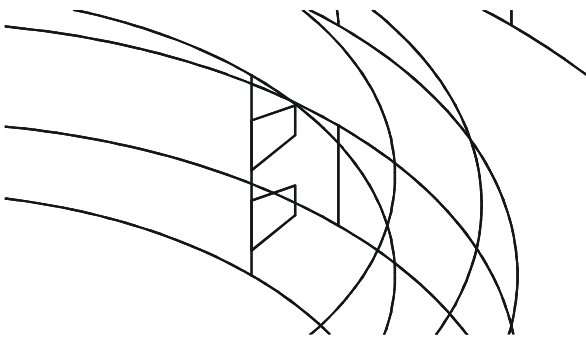
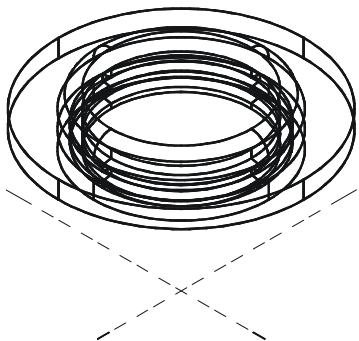

图 9-3-8
图 9-3-9
STEP 01 把视图转到西南等轴测视图，用 LINE 命令绘制一梯形，并复制此梯形向 Z 轴方向偏移距离 8，如图 9-3-8 所示。
STEP 03 在西南等轴测视图中, 用旋转 REVOLVE 命令 将如图 9-3-8 所示的梯形进行旋转变成三维实体, 并进行布尔差集运算, 如图 9-3-9 所示。